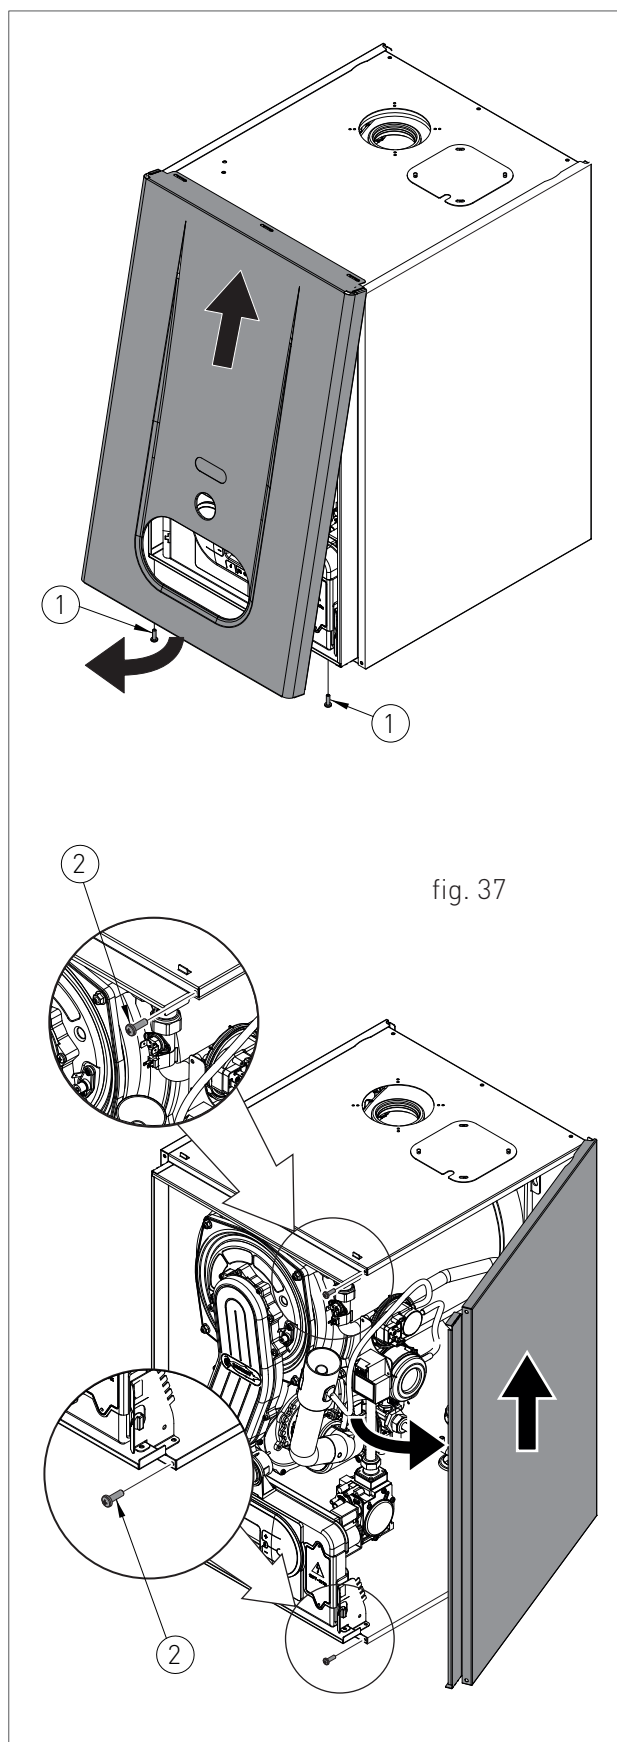

fig. 37
- › Retirer les vis de fixation (1 - fig.37) placées sur l'angle inférieur du panneau avant ;
- › Saisir le panneau avant du fond et l'enlever en le tirant vers soi et puis vers le haut (voir fig. 37).
- › Retirer la vis de fixation (2 - fig.37) placées sur l'angle frontal du panneau latéral;
- › Saisir le fond du panneau et l'enlever en le déplaçant latéralement et puis en le tirant vers le haut (voir fig. 37).